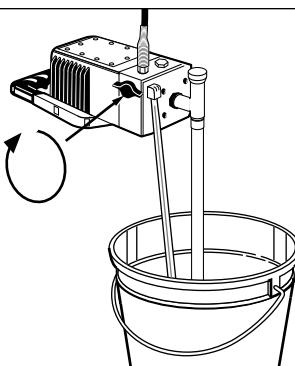

Figura 9- Instrucciones para girar el control "Prime/Spray"
- Coloque el control "Prime/Spray" en "Spray" (Vea la Figura 9). Cerciórese de que no haya fugas. En caso de que las haya, vea la sección de diagnóstico de averías.